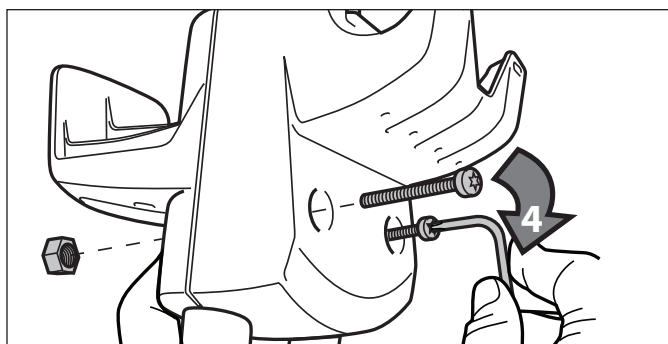

Figura 4. Asegure los soportes
3. Asegure el soporte de la fuente de energía utilizando dos (2) tornillos y dos (2) tuercas y aprietaslas con una llave Torx. Vea la Figura 4.